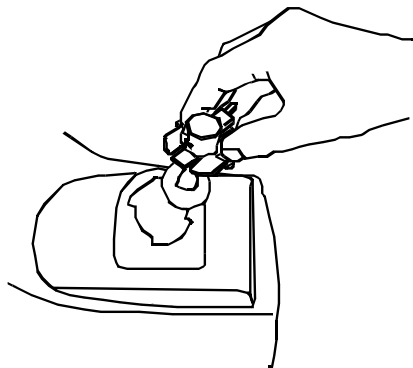

Figura 4-3
3. Gire o conjunto do soquete aproximadamente um ¼-de volta para alinhar a guia do soquete com a fenda no receptáculo do refletor; a seguir retire o conjunto lâmpada/soquete do receptáculo do refletor. Veja Figura 4-3.
5. Alinhe um pino de trava da base da lâmpada com a fenda no soquete, e então empurre a lâmpada para dentro e gire para a direita para travar. Veja Figura 4-3.